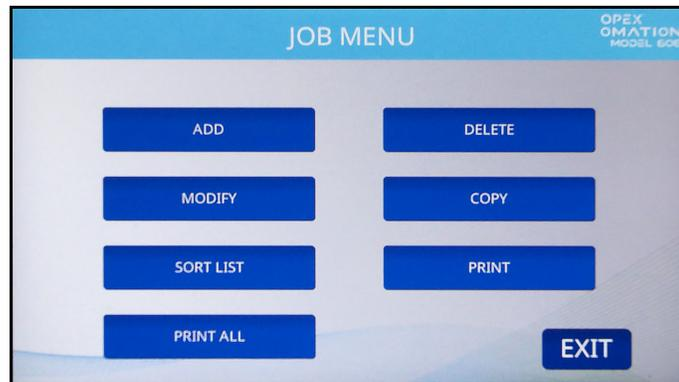
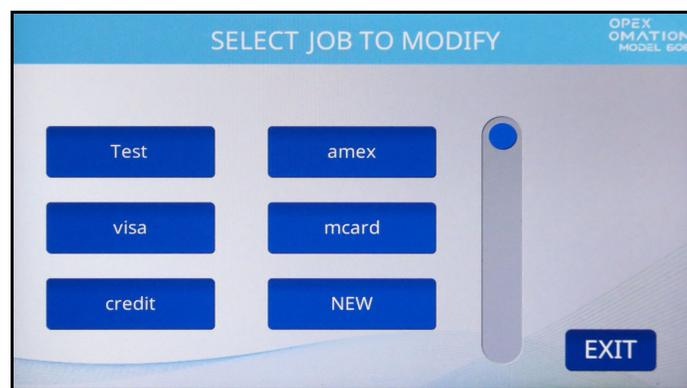
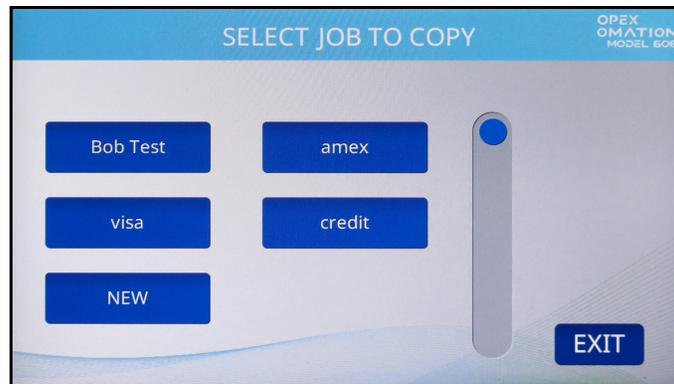

Abbildung 6-2: Bildschirm „Auftragsmenü“
Abbildung 6-7: Bildschirm „Zu ändernden Auftrag auswählen“
Abbildung 6-10: Bildschirm „Zu kopierenden Auftrag auswählen“
Ein Vorgesetzter hat die Möglichkeit, eine Auftragsliste anzulegen und zu verwalten. Es werden maximal 100 Aufträge unterstützt. Durch Auswahl von **JOB MENU** (AUFTRAGSMENÜ) wird der Bildschirm „Auftragsmenü“ (Abbildung 6-2) angezeigt, in dem der Vorgesetzte die folgenden Funktionen durchführen kann:
1. Drücken Sie auf dem Bildschirm „Job menu“ (Auftragsmenü) (Abbildung 6-2) auf **ADD (HINZUFÜGEN)**. Der Bildschirm **NEW JOB NAME** (NEUER AUFTRAGSNAME) erscheint wie in Abbildung 6-3 dargestellt.
1. Drücken Sie auf dem Bildschirm „Job Menu“ (Auftragsmenü) (Abbildung 6-2) auf **DELETE (LÖSCHEN)**. Die Seite **SELECT JOB TO DELETE (AUFTRAG ZUM LÖSCHEN AUSWÄHLEN)** erscheint wie in Abbildung 6-6 dargestellt.
1. Drücken Sie auf dem Bildschirm „Job Menu“ (Auftragsmenü) (Abbildung 6-2) die Schaltfläche **MODIFY (ÄNDERN)**. Es erscheint der Bildschirm **SELECT JOB TO MODIFY (ZU ÄNDERNDEN AUFTRAG AUSWÄHLEN)** (Abbildung 6-7).
1. Drücken Sie auf dem Bildschirm „Job Menu“ (Auftragsmenü) (Abbildung 6-2) auf **COPY (KOPIEREN)**. Es erscheint der Bildschirm **SELECT JOB TO COPY (ZU KOPIERENDEN AUFTRAG AUSWÄHLEN)** (Abbildung 6-10).
- Drücken Sie auf dem Bildschirm „Job Menu“ (Auftragsmenü) (Abbildung 6-2) auf **SORT LIST (LISTE SORTIEREN)**.